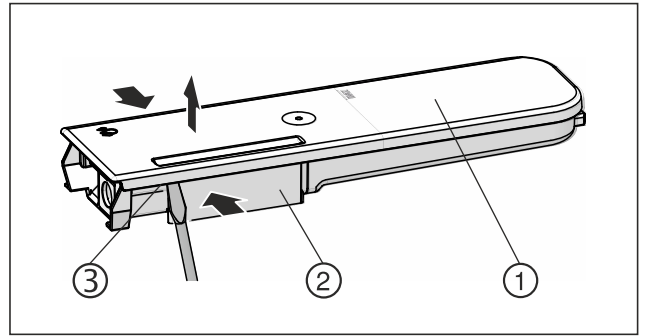

Fig. 128
- ▶ Притисніть бак для води Fig. 128 (2), обережно підчепіть і потягніть угору кришку Fig. 128 (1) за допомогою фіксувальних язичків Fig. 128 (3).
- ▶ Обережно порушайте кришку Fig. 128 (1) вперед-назад і зніміть її вгору.